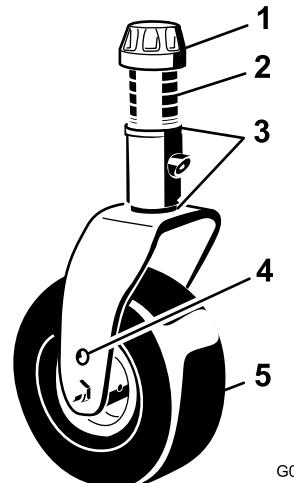
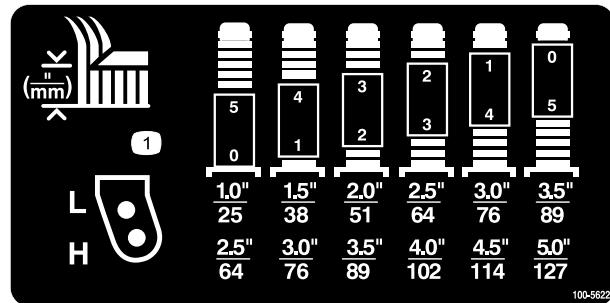

図 7
図 8
2. 希望する刈高に合わせてキャスタスピンドルにスペーサを通す図 7 と図 8 を参照。スピンドルにスラストワッシャを通して、キャスターをキャスターアームに通す。もう一枚のスラストワッシャと残りのスペーサをスピンドルに通し、テンショニングキャップで固定する(図 2)。
2. 左右のキャスタフォークの同じ穴にキャスタホイールの軸をセットする。どの穴にセットするかは、図 7と図 8を参照のこと。
3. スピンドルシャフトからテンショニングキャップを取り図 7、キャスター・アームからスピンドルを抜き出す。シム mm を枚スピンドルのシャフトに通す当初の状態と同じに。これらのシムは、デッキ全体の左右の水平調整に必要となる。希望する刈り高に必要な枚数のスペーサー 13 mm 厚をスピンドルシャフトに通し、その上からワッシャを取り付ける。
スペーサーの組み合わせ方法については、図 7と図 8を参照のこと。